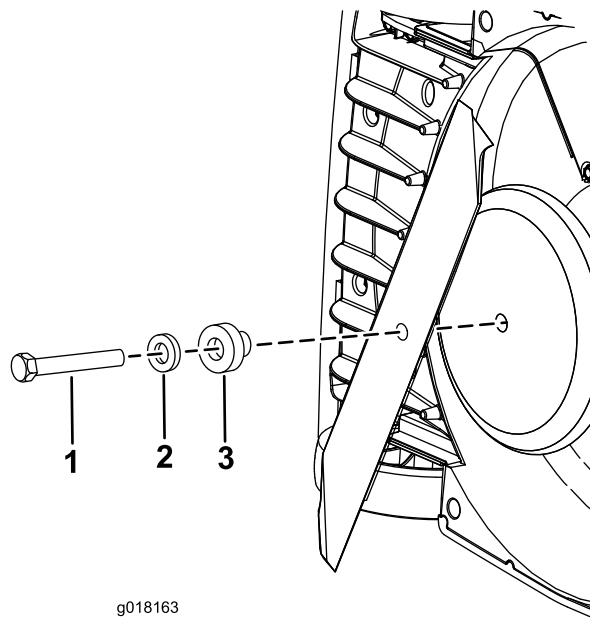

Figura 24
5. Retire o parafuso, a anilha e o espaçador, depois retire a lâmina (Figura 24).
7. Fixe a nova lâmina no lugar com o parafuso, a anilha e o espaçador anteriormente retirados (Figura 24).